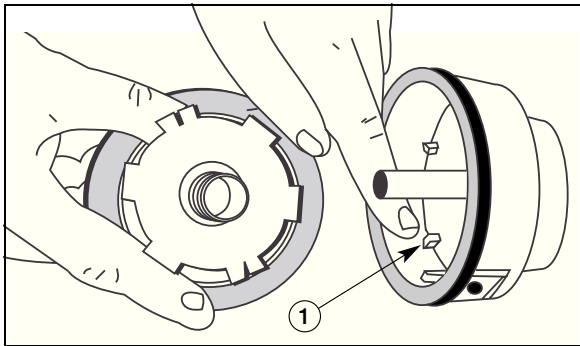

Fig. 12
**Описание деталей – Рис. 12–18**